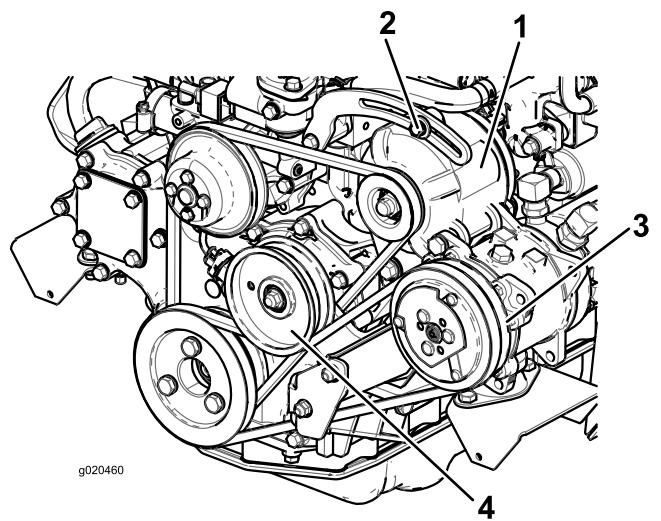

Bild 100
Lockern Sie bei einer Durchbiegung von mehr oder weniger als 10 mm die Befestigungsschrauben der Lichtmaschine (Bild 100).
Prüfen Sie den Zustand und die Spannung des Riemens (Bild 100) alle 100 Betriebsstunden.
2. Lockern Sie bei einer Durchbiegung von mehr oder weniger als 10 mm die Befestigungsschraube der Spannscheibe (Bild 100). Erhöhen oder reduzieren Sie die Spannung der Kompressor-Riemenspannung und ziehen Sie die Schraube fest. Prüfen Sie die Riemenspannung noch einmal auf korrekte Einstellung.